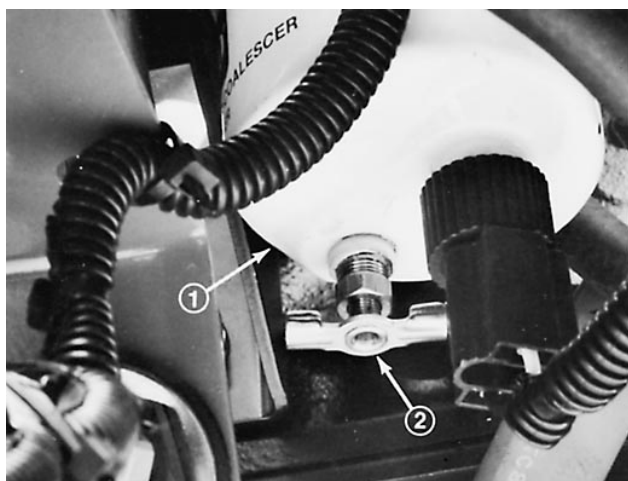

Figure 37
1. Repérer le filtre à carburant/séparateur d'eau en bas à gauche du moteur et le vidanger chaque jour (Fig. 37).